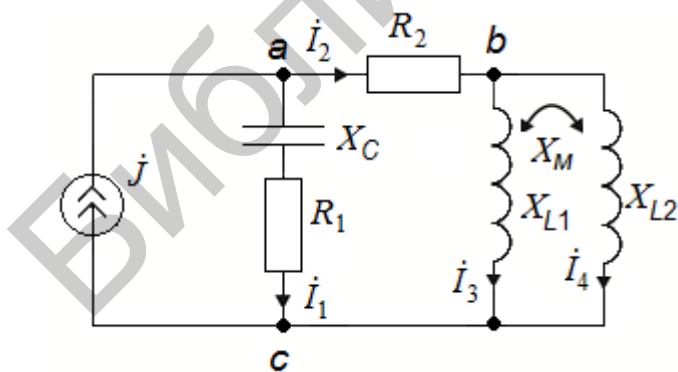

Рис. 192
1. В цепи (рис. 192) $\dot{J} = 20 \text{ A}$; $R_1 = 4,9 \text{ Ом}$; $X_C = 15,1 \text{ Ом}$; $R_2 = 5,1 \text{ Ом}$; $X_{L1} = 4 \text{ Ом}$; $X_{L2} = 10 \text{ Ом}$; $X_M = 3 \text{ Ом}$. Определить токи в ветвях \dot{I}_1 , \dot{I}_2 , \dot{I}_3 , \dot{I}_4 и напряжения \dot{U}_{AC} , \dot{U}_{BC} .